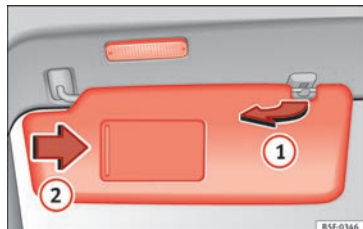

Fig. 142 Solskærm
- Solskærmen kan tages ud af holderen og drejes mod døren » Fig. 142 ①.
Bag afdækningen i den nedklappede solskærm findes der et makeupspejl. Når afdækningen skubbes fra » Fig. 142 ②, lyser der en lampe.